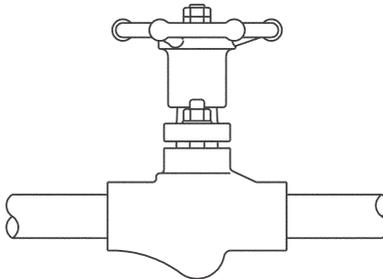
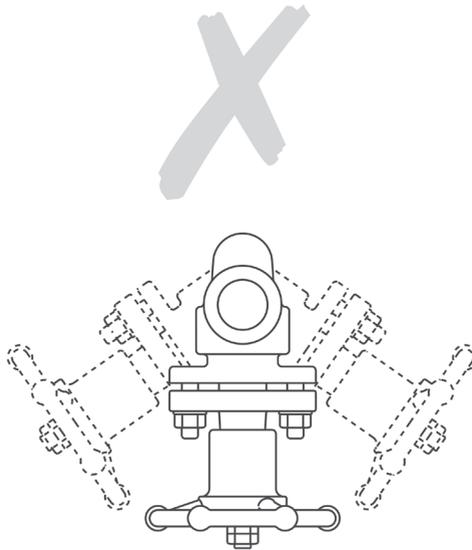

Fig. 3 - Corretto orientamento per l'installazione.
Fig. 4 - Installazione non corretta
- 3.1 Installare la valvola rispettando la direzione del flusso indicata sul corpo. La posizione da preferire è con lo stelo verticale e posto superiormente al corpo valvola. Sono comunque possibili posizioni intermedie tra il verticale e l'orizzontale come indicato in Fig.3. **Non montare la valvola con lo stelo rivolto verso il basso (Fig. 4).**